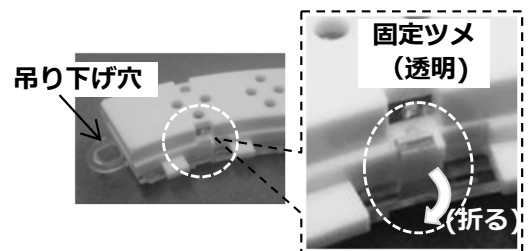

図2
- 弓型の内側で吊り下げ穴に近い固定ツメ(1か所, 図2)を折ってください。